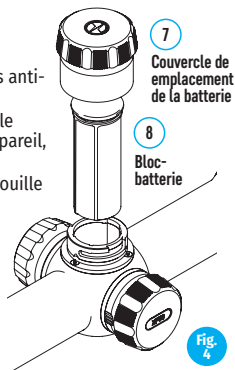

Fig. 4
- Tournez le couvercle de batterie (7) dans le sens anti-horaire et retirez-le (Fig. 4).
- Installez la batterie (8) dans son compartiment le long des guides spéciaux dans le boîtier de l'appareil, guides conçus pour elle.
- Remettez en place le couvercle (7) du compartiment batterie en le tournant dans le sens horaire.